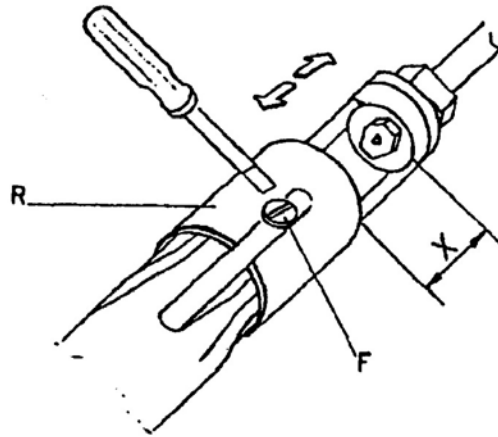

fig. 14
空氣調整須在燃燒器已點火並將爐火開到最大的情況下進行。將螺絲“F”放鬆，利用圖 Fig.14 上的 R 套管來調整燃燒器的空氣，當“X”開口愈大，所得的空氣愈多，請調整至適當位置。完成調整時，將螺絲“F”固定於套管“R”上。
- A. 空氣過量時的爐火：此時爐火小而稀薄。將圖 Fig.14 之套管 R 往前移。(X 值變小。)
- B. 空氣不足時的爐火：此時爐火不規則並帶黃色條紋。將 Fig.14 之套管 R 往後移。(X 值變大。)
- C. 正常爐火：顏色為淡藍色。Fig.14 (X 值正常。)